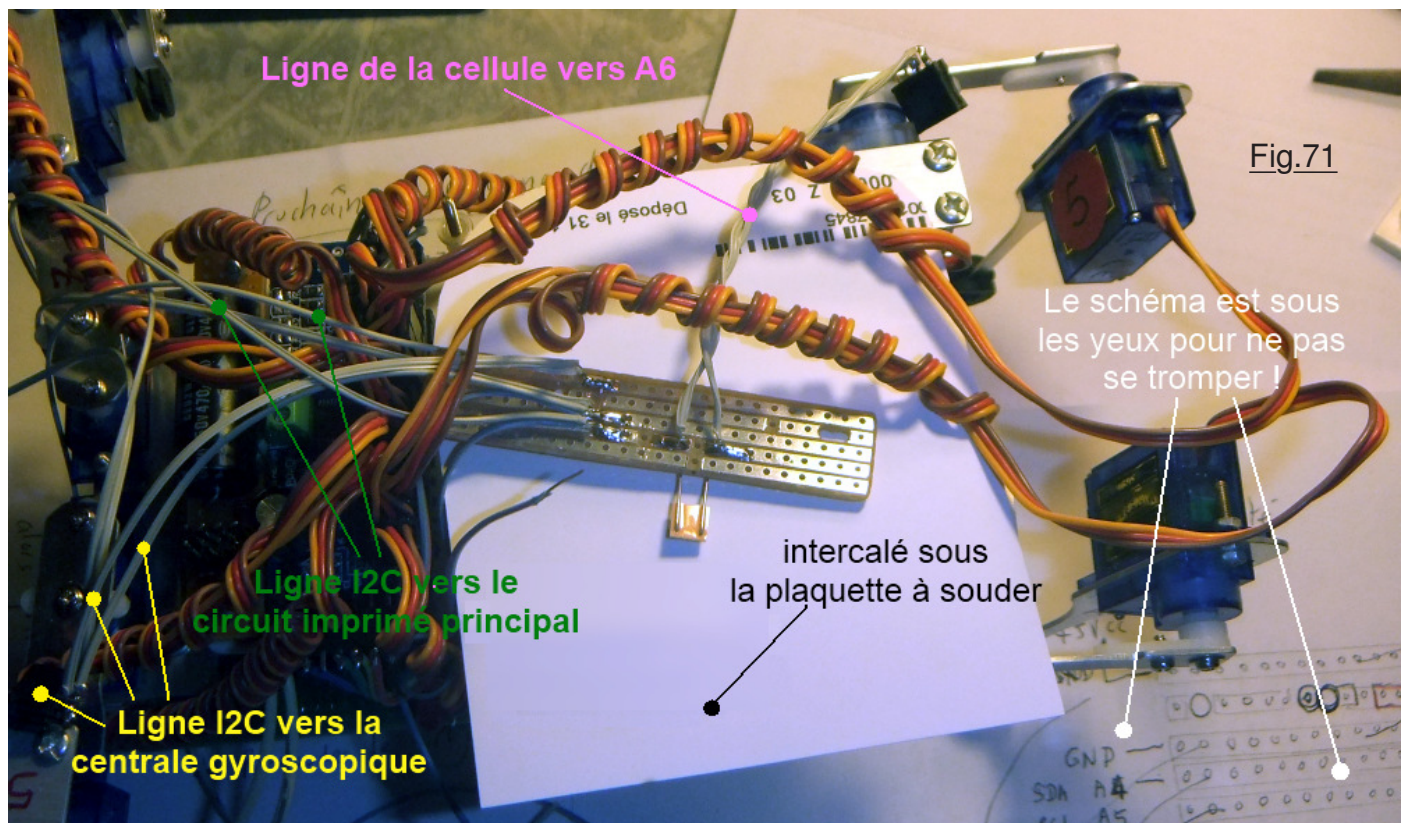

Fig.71
**H**istoriquement, pour souder les liaisons filaires le circuit imprimé était un peu prisonnier sur le prototype. Si à un moment donné vous vous trouvez dans une telle situation, comme montré sur la Fig.71 il suffit d'intercaler un carton rigide sous le module à souder. Ce dernier permet de stabiliser la plaquette à souder, mais surtout, on peut à tout moment laisser choir une goutte de soudure. Vous imaginez le problème si elle va se coller exactement où il ne faut pas, voir former une petite bille conductrice qui roulera pile entre deux lignes électriques qui seront en tension contradictoires. L'Image 41.JPG a été photographiés quand les soudures étaient terminées et que le carton de protection a été enlevé. Fausse "bonne idée", pour ne pas égarer la rondelle large qui se place sur le circuit imprimé, elle a été laissée sur la vis et posée sur l'entretoise isolante. Puis, pour procéder aux essais le circuit imprimé a été retourné et posé proprement sur les deux vis. Oubliée la rondelle en bronze. Le petit dessin ajouté en rouge sur l'image montre que cette rondelle en matériau conducteur réalise un court-circuit entre les deux pistes cuivrées situées de part et d'autre du trou oblong. Arduino étant en surcharge totale sur son régulateur est passé de vie à trépas ... dommage !